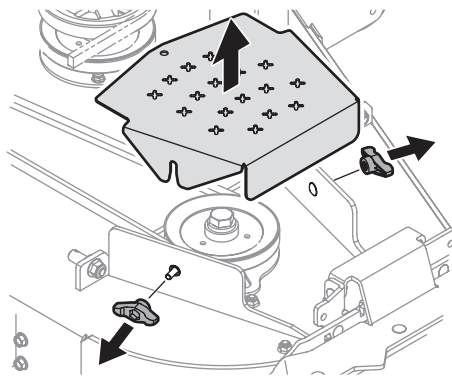

Figure 4-2
- Nettoyez la partie supérieure du plateau de coupe, sous le couvercle des fusées et autour des courroies. Voir Figure 4-2.